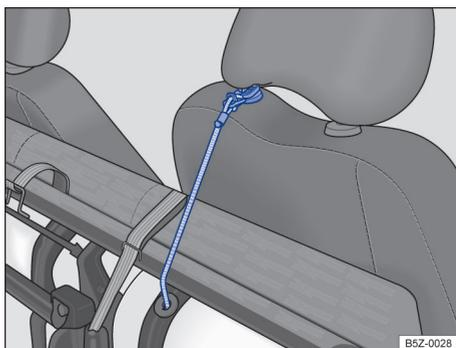

Fig. 67 Cinta elástica vermelha para fixação na haste do apoio para cabeça. ▶
- Localizar a cinta elástica vermelha alojada na parte inferior do assento do banco e, encaixar o gancho dessa cinta na haste do apoio para cabeça do banco do passageiro → Fig. 67, imobilizando o conjunto.
- Soltar o gancho da cinta elástica vermelha da haste do apoio para cabeça → Fig. 67 e, encaixar debaixo do banco traseiro.